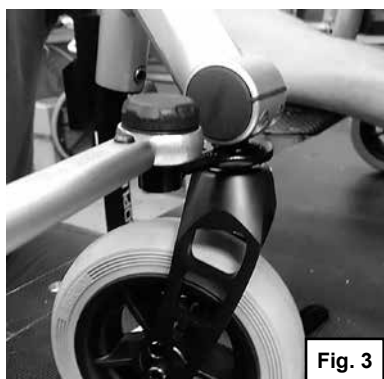

Fig. 3
- À l'aide de la clé en C, défaits l'écrou placé entre la fourche et la roue (Fig. 3).